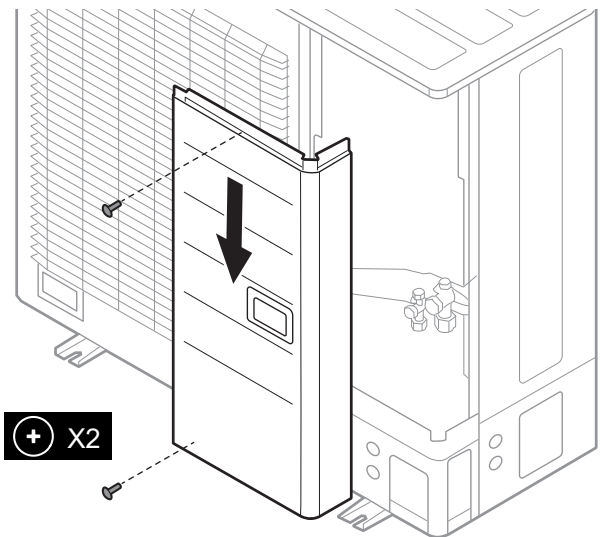

Abb. 14 - Öffnen der Außeneinheit Modell 10
- Um die Instandhaltungsoperationen und den Zugang zu den verschiedenen Organen zu erleichtern, empfehlen wir, ausreichend Platz um das Hydraulikmodul vorzusehen (Abb. 14, Seite 20).